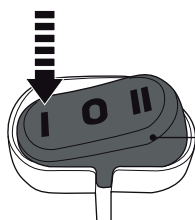

Fig. 21
- > Prima o interruptor On/off (1) para a posição I para ligar o produto (Fig. 21).